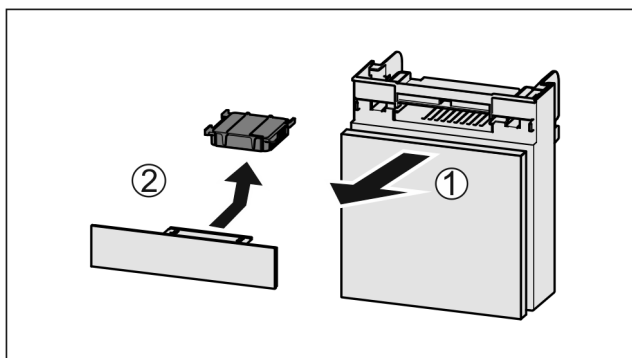

Fig. 73
- ▶ Træk rummet fremad Fig. 73 (1).
- ▶ Tag aktivkulfilteret Fig. 73 (2) ud.